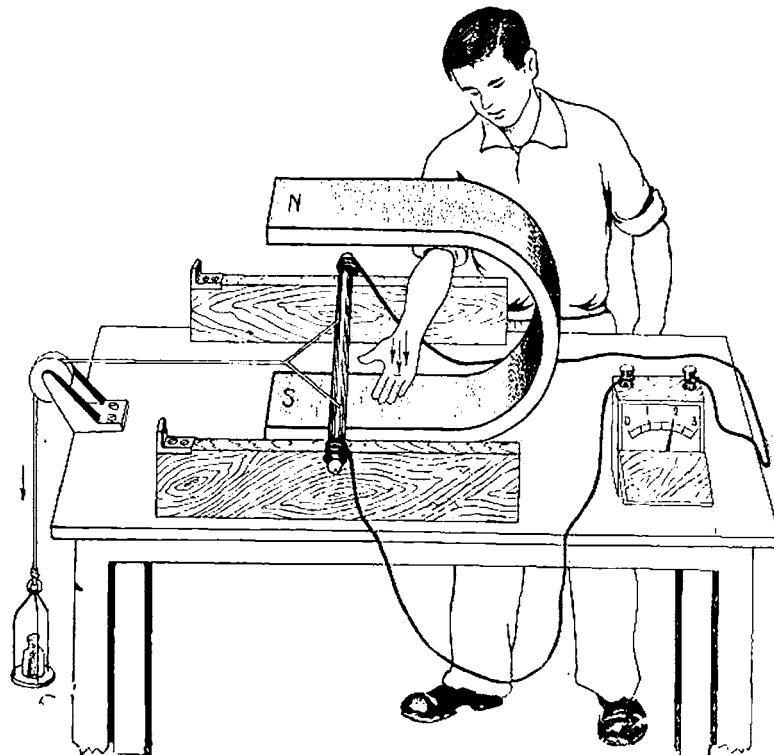

Fig. 119. — Curent inducție într'un conductor
65. Inducția într'un conductor. Pentru aceasta să cercetăm ce se petrece într'o porțiune dintr'un circuit, adică într'un conductor de o anumită lungime. Să facem în acest scop experiența în modul arătat în fig. 119.